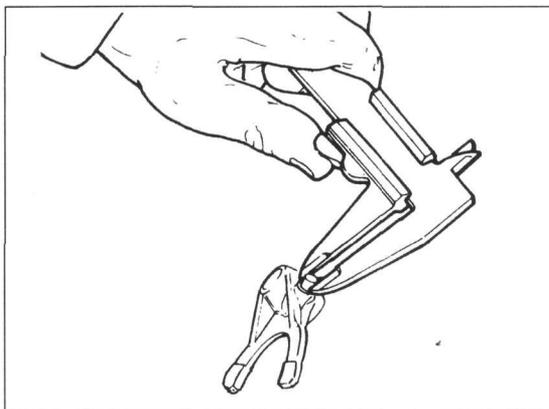

Bild 203
- Breite der Schaltwalzennuten (Bild 202) und Durchmesser der Gabelstifte (Bild 203) messen. Sollwert für Breite der Schaltwalzennuten 8,00 - 8,09 mm; Verschleissgrenze 8,19 mm. Sollwert der Gabelstifte 7,665 - 7,735 mm; Verschleissgrenze 7,5 mm. Sollwert für Spiel zwischen Nut und Stift 0,265 - 0,425 mm; Verschleissgrenze 0,6 mm.